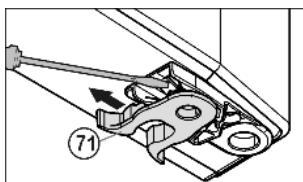

Fig. 9
► переставить пружинный зажим Fig. 9 (71): Нажать вниз язычок защелки, снять с него пружинный зажим.